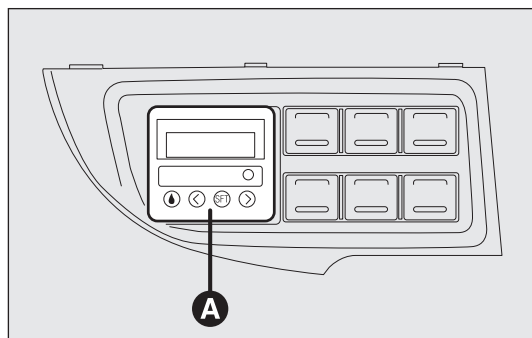

fig. 55
- un minuteur numérique A-fig. 55 pour la mise en service manuelle du chauffage ou pour la programmation de l'heure d'allumage.